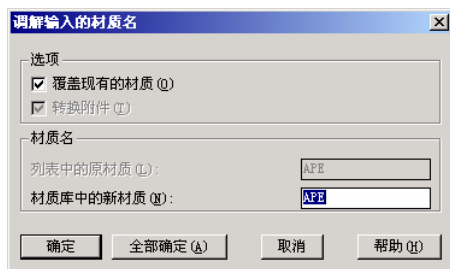

图 6-56 输入时调整材质名称
⑤单击“删除”，可以删除在“当前图形”列表中选中的一种或多种材质。
(2) 在“当前库”组框中，用户可以对打开的材质库进行如下操作：
①单击“打开”按钮，可以查找并打开新的材质库文件。
②“当前库”组框中的下拉列表显示了所有已经打开的材质库，可以从中选择一个作为当前库，在下拉列表下方的列表框中将显示当前库所包含的全部材质。用户可以选择其中一种，并单击“预览”按钮，在图像控件中预览该材质的效果。
③选择当前库中的一种或几种材质，然后单击“输入”按钮将其加载到当前图形中。如果输入的材质在当前图形中已经存在，则弹出如图 6-56 所示对话框。